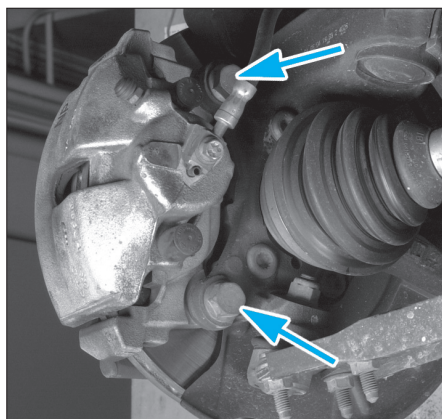

Fig. 8
- Véhicule avec frein de type FN 3, déposer les vis de fixation du support d'étrier (Fig.8).